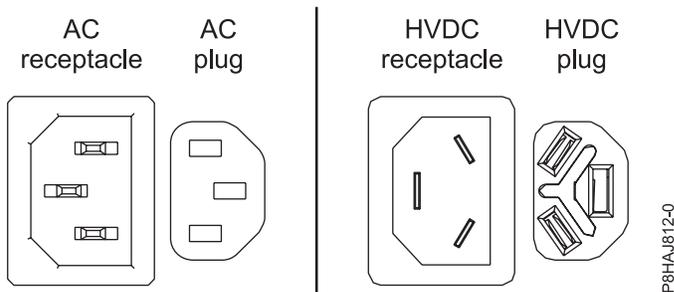
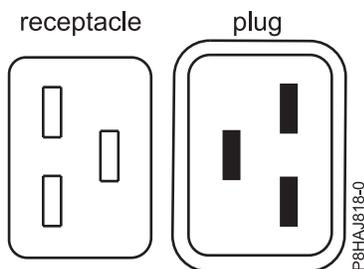
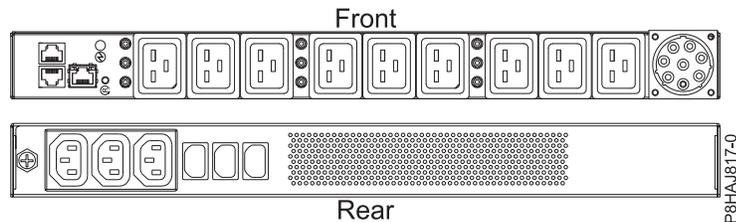

Figura 38. Conectores AC e HVDC
Figura 39. Conectores do sistema 8408-44E
Figura 40. O PDU para o sistema 8408-44E
O Figura 38 mostra os conectores de corrente alternada (AC) e de corrente direta de alta voltagem (HVDC) suportados. O Figura 39 e o Figura 40 mostra os conectores suportados e a unidade de distribuição de energia (PDU) do 8408-44E.